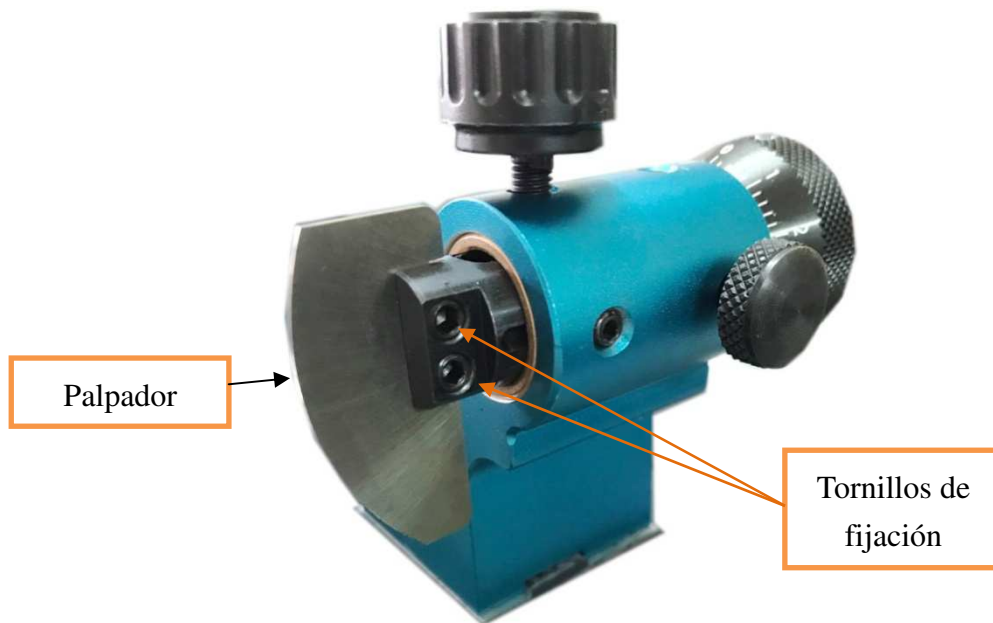

Figura 36
- 2) Use una llave hexagonal de 2.5 mm para aflojar los tornillos de fijación del palpador, situados a la derecha (ver figura 36).